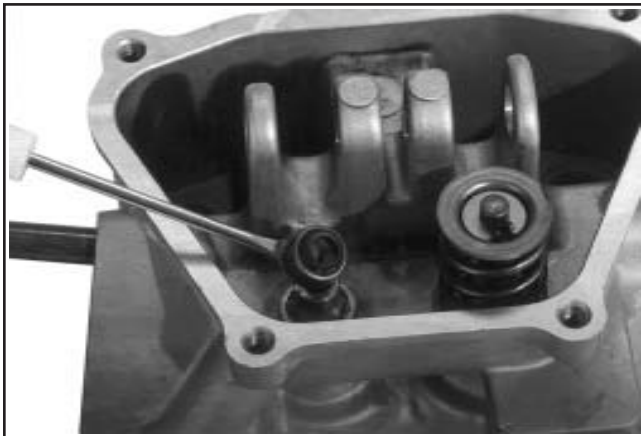

Figure 9-44. Retirer le joint de la tige de soupape d'admission.
4. Retirer et remplacer le joint de tige de soupape d'admission quand la culasse est révisée ou démontée. Voir la figure 9-44.